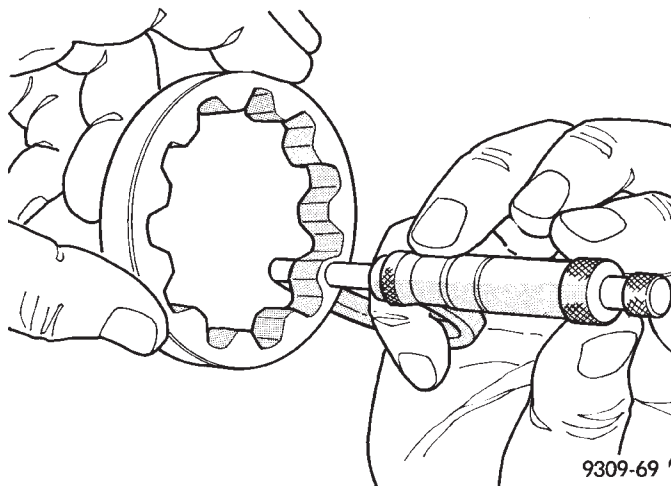

Abb. 94 Stärke des Außenrotors messen
(3) Stärke und Durchmesser des Außenrotors messen. Beträgt die Stärke des Außenrotors maximal 9,474 mm (0,373 Zoll) (Abb. 94) oder beträgt der Durchmesser maximal 89,174 mm (3,5108 Zoll), so muß der Außenrotor ausgetauscht werden.